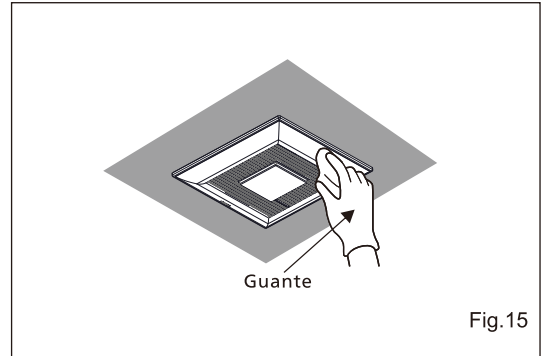

Fig. 15
1. Limpie la rejilla. (No coloque en agua. Use detergente de cocina no abrasivo y seque con un paño limpio.) (Fig. 15)